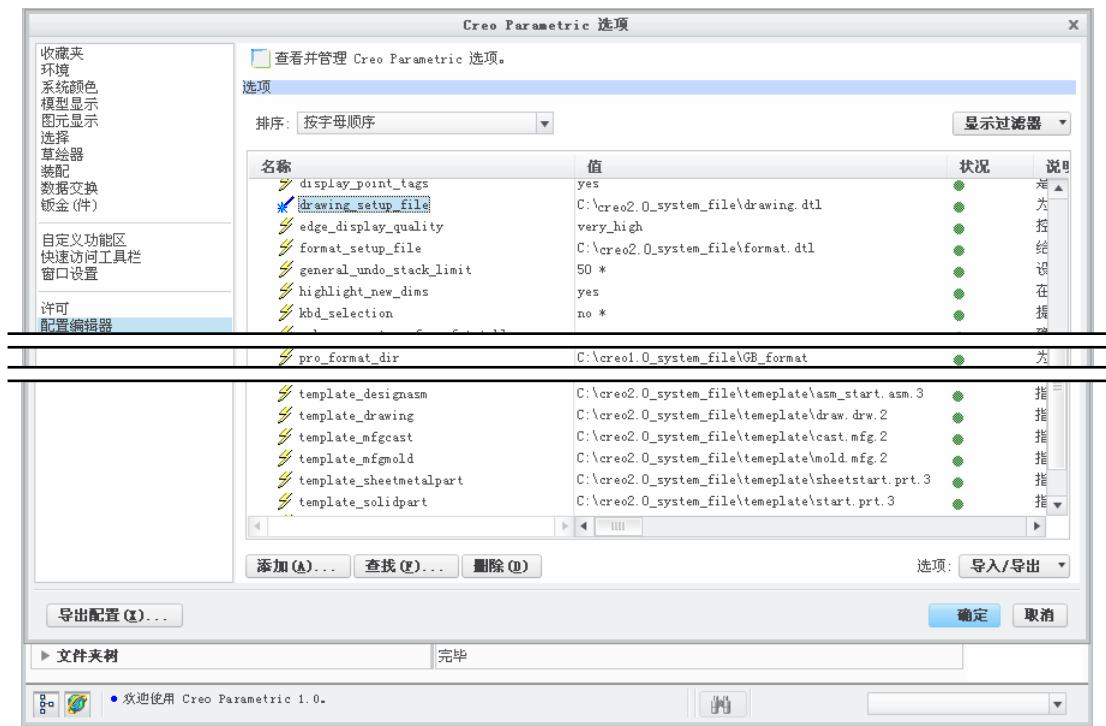

图 10.2.1 “配置编辑器”设置界面
Step4. 选择“文件”下拉菜中的  文件 ▾ →  选项 命令，在弹出的“Creo Parametri 选项”对话框中选择  配置编辑器 选项，即可进入软件环境设置界面，如图 10.2.1 所示。
Step5. 设置配置文件 `config.pro` 中的相关选项的值，如图 10.2.1 所示。
- (1) `drawing_setup_file` 的值设置为 `C:\creo2.0_system_file\drawing.dtl`。
- (2) `format_setup_file` 的值设置为 `C:\creo2.0_system_file\format.dtl`。
- (3) `pro_format_dir` 的值设置为 `C:\creo2.0_system_file\GB_format`。
- (4) `template_designasm` 的值设置为 `C:\creo2.0_system_file\temeplate\asm_start.asm`。
- (5) `template_drawing` 的值设置为 `C:\creo2.0_system_file\temeplate\draw.drw`。
- (6) `template_mfgcast` 的值设置为 `C:\creo2.0_system_file\temeplate\cast.mfg`。
- (7) `template_mfgmold` 的值设置为 `C:\creo2.0_system_file\temeplate\mold.mfg`。
- (8) `template_sheetmetalpart` 的值设置为 `C:\creo2.0_system_file\temeplate\sheetstart.prt`。
- (9) `template_solidpart` 的值设置为 `C:\creo2.0_system_file\temeplate\start.prt`。
Step6. 把设置加到工作环境中。在图 10.2.1 所示的“配置编辑器”设置界面中单击  确定 按钮。